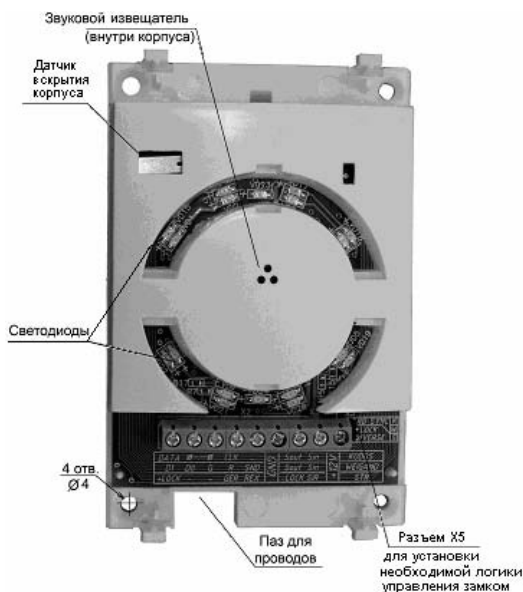

Рисунок 7 – Внешний вид контроллер с снятой крышкой
- 3) уложить соединительные провода в канал (или протянуть через отверстие в стене), протянуть их через паз в корпусе (см. рисунок 7);
- 5) установить (при необходимости) джампер из комплекта поставки на разъем X5 (рисунок 7).